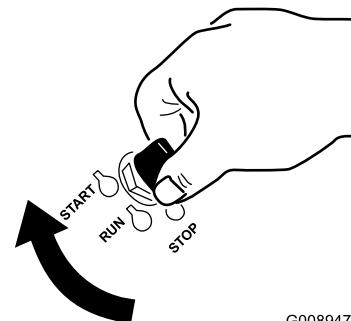

Bild 16
2. Ziehen Sie das Choke-Handrad heraus, um den Choke zu aktivieren, bevor Sie die Zündung einschalten (Bild 16).
3. Drücken Sie den Choke herein, um den Choke zu deaktivieren, wenn der Motor angesprungen ist (Bild 16).